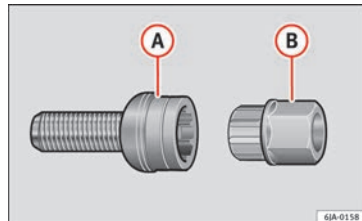

Abb. 62 Sicherheitsradschraube mit Adapter
- Stecken Sie den Adapter **(B)** » » **Abb. 62** mit seiner verzahnten Seite bis zum Anschlag so in die innere Verzahnung der Sicherheitsradschraube **(A)**, dass nur noch der äußere Sechskant herausragt.